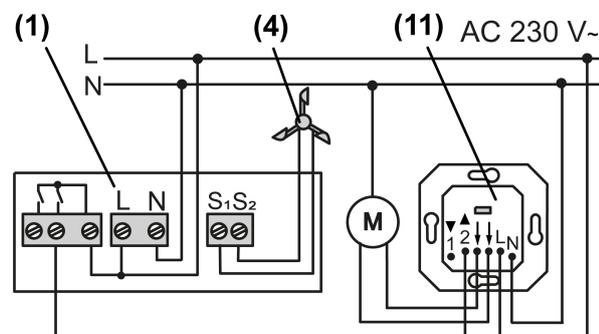

Bild 4: Anschlussplan Umsetzer an Jalousiesteuerung (11)
- Gerät mit zwei Schrauben (10) befestigen. Schrauben und Dübel sind im Lieferumfang enthalten.
- Leitungen ins Anschlussgehäuse einführen und nach Anschlussplan anschließen (siehe Bild 4).
**i** Die Verteilerklemme (5) dient zum Anschluss des Schutzleiters.